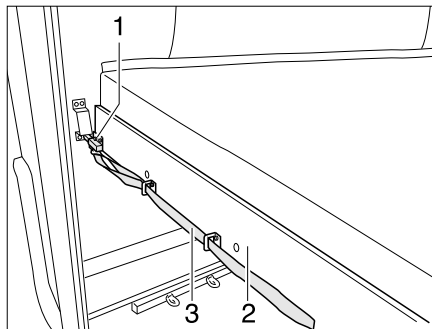

Fig. 175 Lit superposé (arrière)
- Tirer sur la boucle (Fig. 175,3) et désenclencher le verrou (Fig. 175,1).
- Tirer le sommier à lattes (Fig. 175,2) avec le matelas vers l'avant jusqu'à ce qu'il s'enclenche.